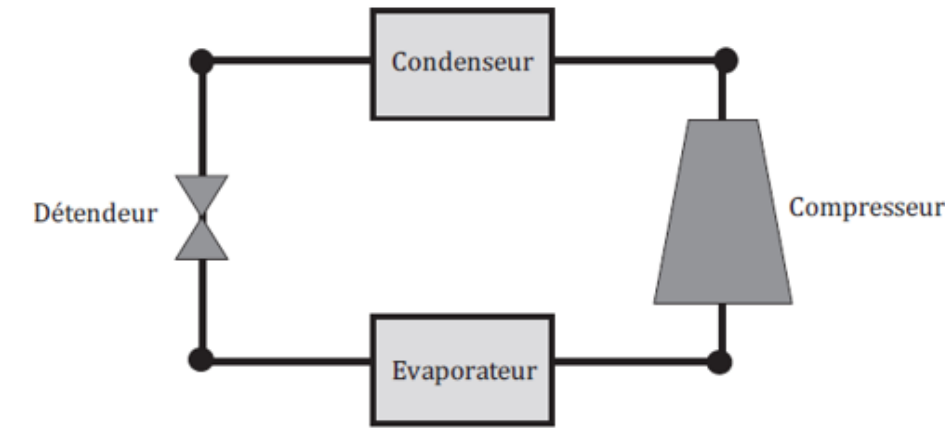

Figure 1
3. Annoter la figure 1 du document annexe à rendre en plaçant les différents points correspondant aux états 1 à 4. Positionner la source chaude et la source froide. Indiquer par une flèche le sens du transfert thermique entre les sources et le fluide dans l'évaporateur et dans le condenseur.